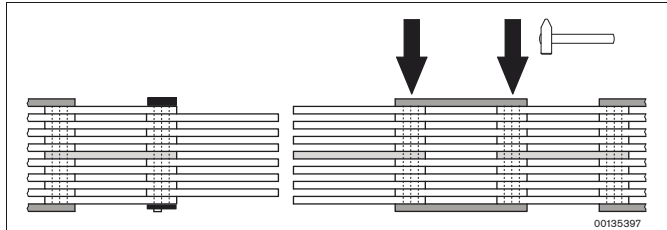

Abb. 11: Kürzen: Schweißnaht sprengen
2. **Kürzen:** Messen Sie die Länge des Kettenstücks, das Sie entfernen wollen, ab und sprengen Sie die Schweißnaht an der gewünschten Stelle **auf einer Seite** durch einen Schlag auf die Stirnseite der Zapfen (siehe Abb. 11).